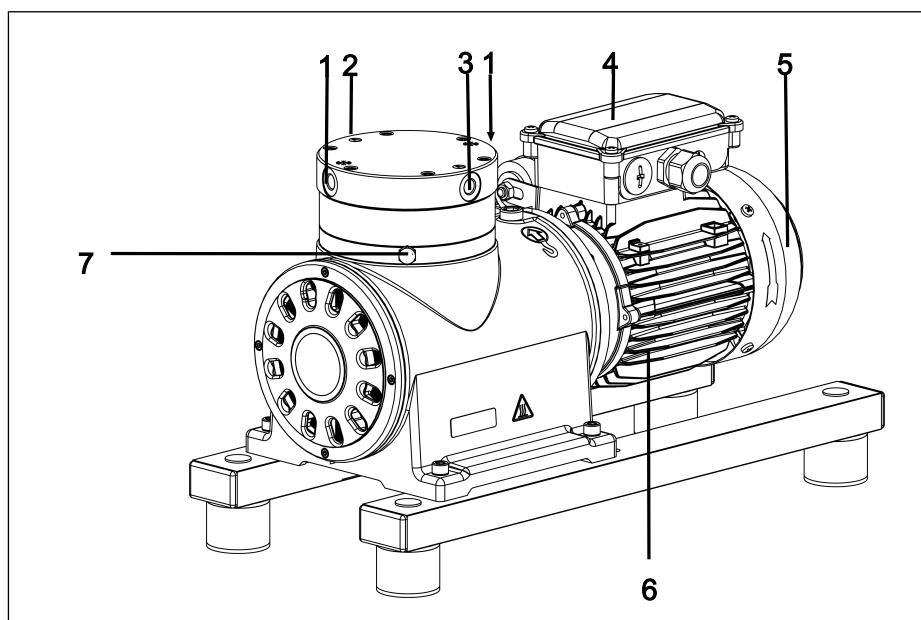

Abb.1 Aufbau N630.12
2. Befestigen Sie den Tragegurt zwischen Kompressorgehäuse und Motor (Abb. 1, siehe Abb. 6).